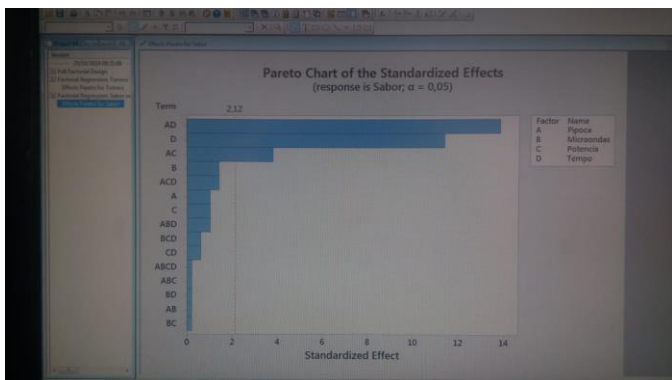

Figura 11 – Análise do Diagrama de Pareto para a variável dependente Sabor.
- 11- Analisando tanto o Pareto para Torrero, como o Pareto para Sabor, nota-se o limite 2,12, calculado pelo programa, e que delimita o que é significativo ao nível de significância de 5%, e o que não é. Veja a Figura 11 abaixo relativo ao Pareto para Sabor. Os mais significantes foram a “Marca da Pipoca com o Tempo” primeiro, depois o “Tempo”, e por último a “Marca da Pipoca com a Potência”.